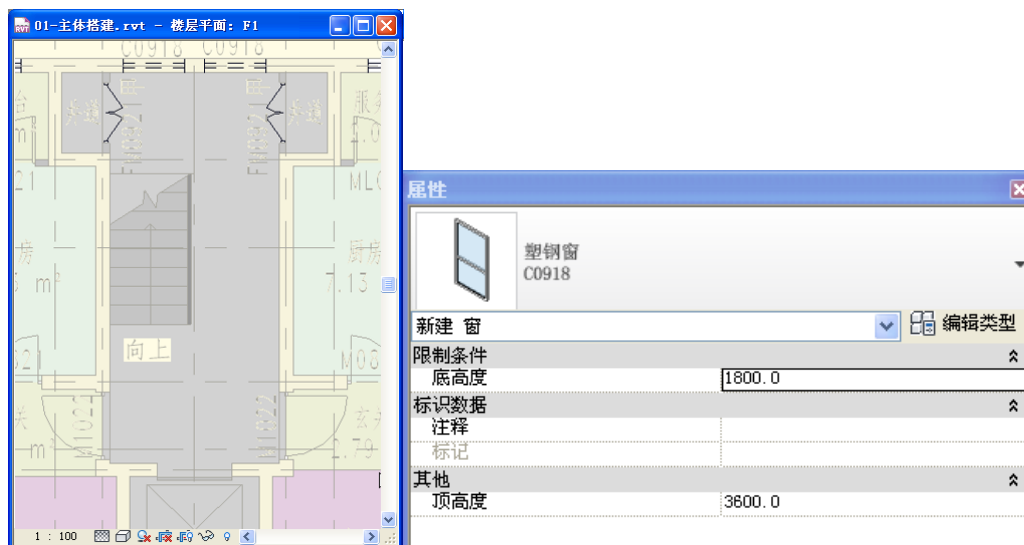

图 4-13
- 10) 选择“交通核”模型组，单击“成组”面板>“编辑组”工具，进入模型组的编辑模式，选择两扇窗 C0918，单击“修改窗”上下文选项卡>“属性”面板>“属性”按钮，在弹出的“属性”对话框中设置“底高度”为“1800”并应用；选择两扇门 FM0921 甲，同样在其“属性”对话框中调整“底高度”为“1500”并应用，门在当前视图将不可见，单击“编辑组”面板>“完成”，退出组编辑模式（如图 4-13 所示）。